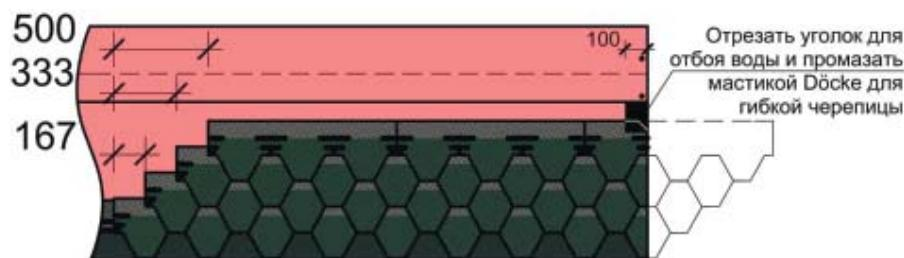

Рис. 17 Схема смещения гонтов по горизонтали и вертикали
- 8.2.8 Торцы крайних в ряду гонтов обрезать до нужной длины. Отрезать у крайних в ряду гонтов верхний уголок со стороны обреза для отбоя воды. Края гонтов со стороны обреза промазать мастикой Döcke для гибкой черепицы полосой 100 мм и приклейте к основанию (рис. 17 – 21). Мастику необходимо наносить шпателем, толщиной слоя не более 0,5 мм. Большой расход мастики приводит к вздутию и вытеканию битума.
- 8.2.9 Смещение гонтов по горизонтали и вертикали необходимо устраивать согласно схемам, изображённым на рис. 17 – 21: